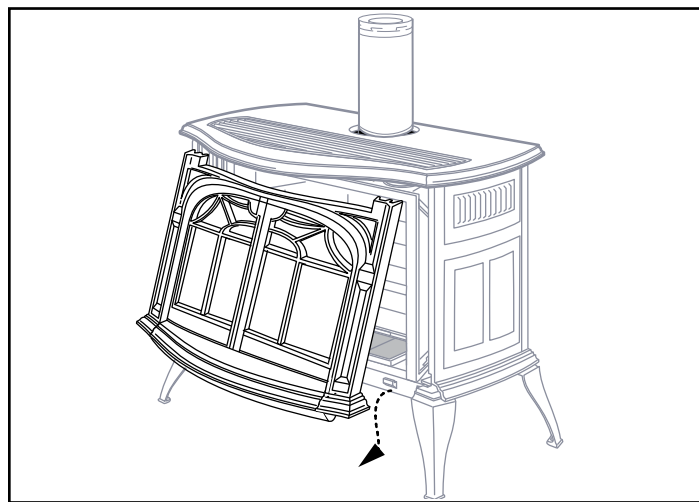

Figure 5.1 – Retirer la façade du poêle.
Il est nécessaire de nettoyer périodiquement la vitre. Lors du démarrage, de la condensation se forme normalement sur la partie intérieure de la vitre et provoque l'adhésion de peluches, de poussière et de particules en suspension dans l'air à la surface du verre. De même, la peinture durant son séchage peut déposer une pellicule mince sur la vitre. Il est donc recommandé de laver la vitre à deux ou trois reprises avec de l'eau chaude et un nettoyeur à vitres domestique sans ammoniaque (nous vous conseillons d'employer un nettoyeur à vitres pour poêle à gaz). Laissez la vitre refroidir complètement avant de la nettoyer. Pour accéder à la vitre, retirez l'avant et le cadre de la vitre (figures 5.1 et 5.2). Par la suite, la vitre devrait être nettoyée deux à trois fois durant chaque saison de chauffage, en fonction des circonstances.
Remplacez la vitre uniquement par des pièces approuvées par HHT. Consultez la section 7 « Liste de pièces de rechange » pour déterminer la vitre correcte à utiliser. Retirez la façade, le cadre de la vitre et la vitre (figures 5.1 et 5.2). Utilisez une lame de rasoir pour séparer la vitre du joint du cadre.
1. Retirez la façade, le cadre de la vitre et la vitre (figures 5.1 et 5.2). Pour retirer le joint usé, utilisez une lame de rasoir pour séparer la vitre et le joint du cadre et pour nettoyer tout résidu de mastic et de joint. Utilisez un ciseau au besoin.